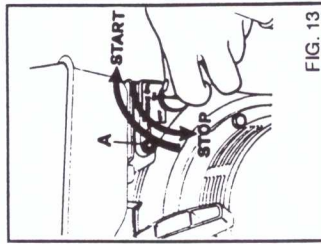

FIG. 13
- 3) Posizionare il commutatore del motore su posizione ON (fig. 13).
- 5) La spia A (fig. 13) segnala la mancanza d'olio nel motore.
- 1) Posizionare il commutatore del motore su posizione OFF (fig. 13).